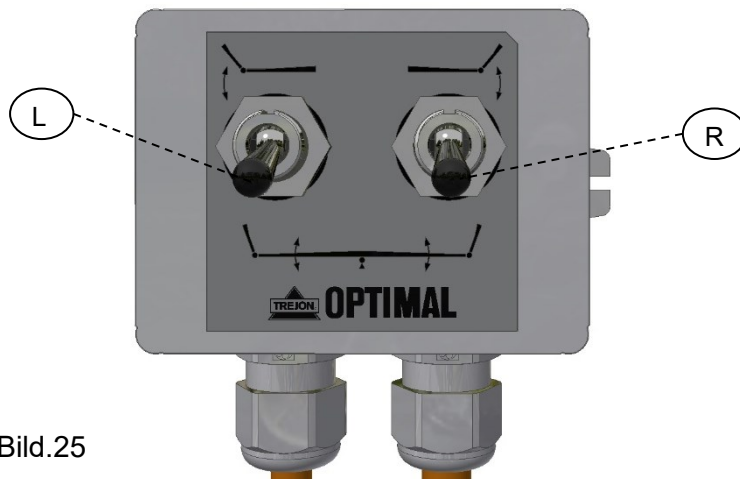

Bild.25
UPX plogen levereras med kontrollbox (**art.nr. 330006**). Kontrollboxens vippbrytare (L) och (R) – se Bild.25 – kan ställas i fyra olika lägen se tabellen nedan.